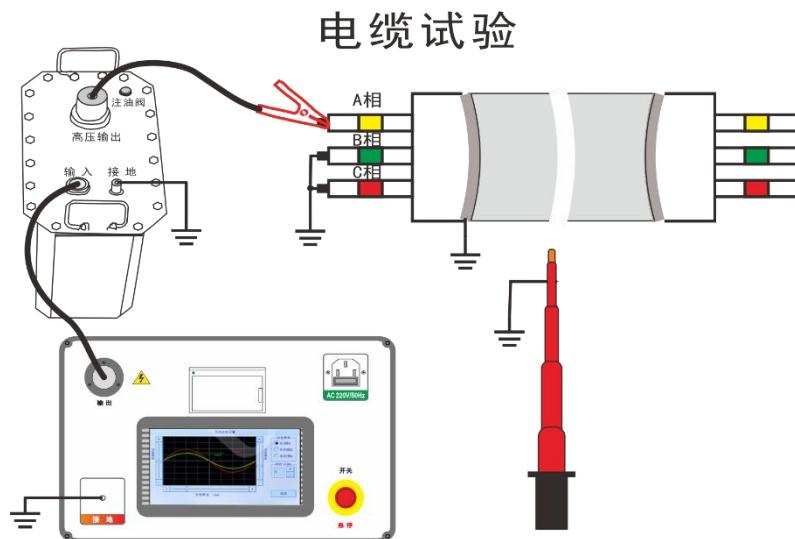

图 14 单相电缆耐压测试接线图
7. 试验接线：用随机附带的专用连接将试验设备与试验电缆按图 14 所示的方法连接。仔细检查接线正确后合上电源，再次设定好试验频率，时间和电压以及高压侧的过流保护值、过压保护值，然后开始升压试验。